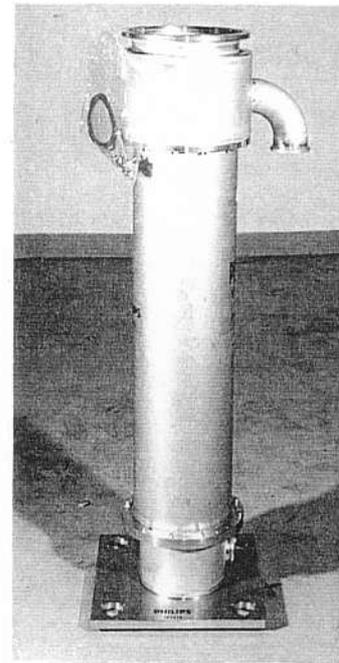

Abb.8. Wassermantel TE 1200 mit Montagezubehör
- c) Die hohlleiterseitigen FüÙe des Betriebsgestells werden ca. 10 cm herausgekurbelt und von Hand der Wassermantel TE 1200 mit Montagewagen für Wassermantel TE 1213 in das Betriebsgestell gestellt (Abb. 8., 9. und 10.). Anschließen die FüÙe wieder hineinkurbeln.